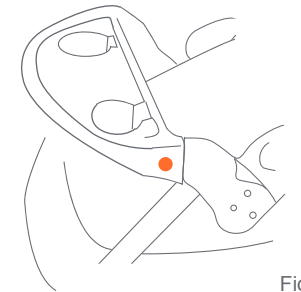

Fig. 10c
- Pour ouvrir le plateau enfant : appuyez sur le bouton de déblocage du support du plateau et pivoter le plateau en haut et vers la gauche (Fig. 10c).